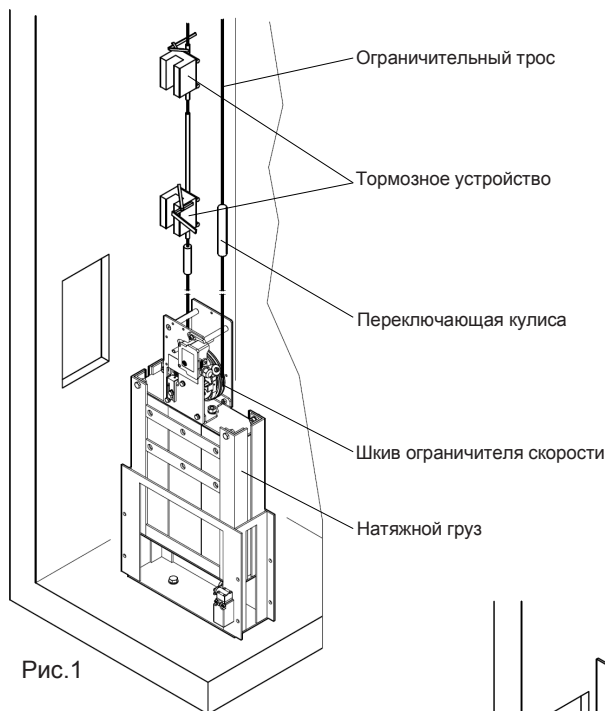

Рис.1
- Прикрепите первый конец троса к соединительному стержню (Рис.1) и установите его на тормозное устройство..